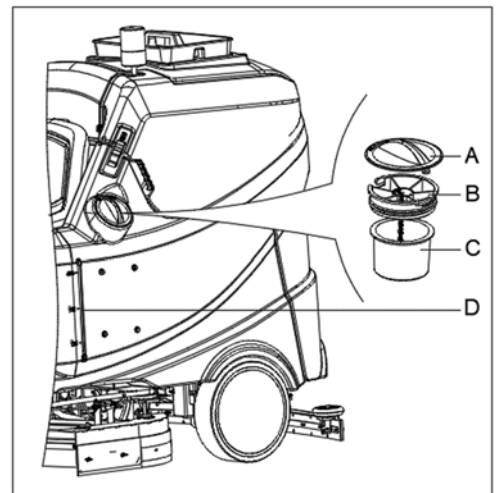

Figura 11
1. Aprire il coperchio di ingresso dell'acqua (A, Figura 11).